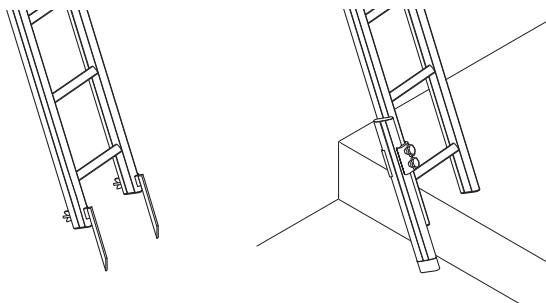

Abb. 5: Fußspitzen und Holmverlängerung
- ▶ Ggf. Fußspitzen und/oder Holmverlängerungen an die Leiter montieren (Abb. 5).